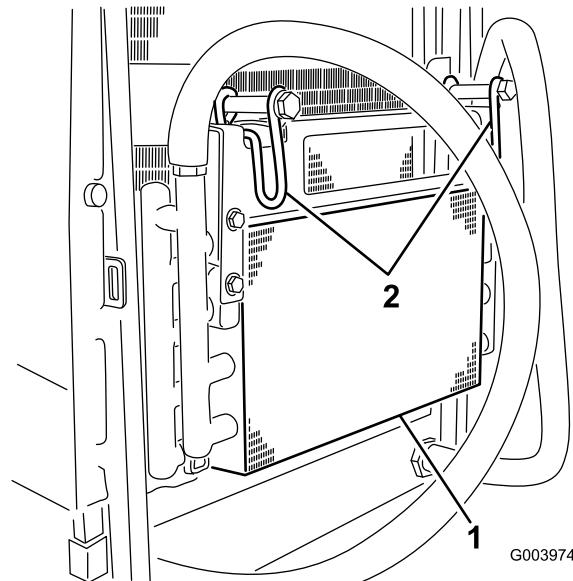

Figure 52
6. Pivotez le verrou vers l'intérieur pour dégager le refroidisseur d'huile (Figure 52).